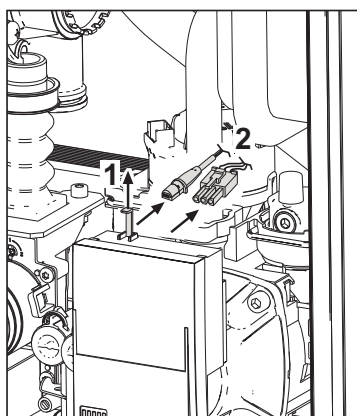

fig. 37
- Deconectați de la electricitate pompa de circulație deblocând conexiunile și ridicând elementul "1" din fig. 37.